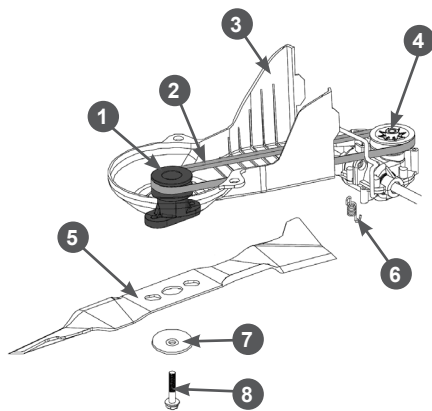

Рис. 26 Обслуживание ремня привода
4. Открутите два винта крепления и снимите защитный кожух 3 ремня (Рис. 26).
5. Осмотрите ремень 2 привода хода на наличие трещин, разрывов, отслоения корда (Рис. 26). При обнаружении повреждений ремень необходимо заменить.
2. Открутите два винта крепления и снимите защитный кожух 3 ремня (Рис. 26).
4. Снимите ремень со шкива 4 редуктора (Рис. 26).
6. Установите новый ремень на шкив редуктора, затем установите адаптер ножа и установите ремень на шкив адаптера ножа. После этого убедитесь, что пружина 6 на месте и держит ремень в натянутом состоянии (Рис. 26).